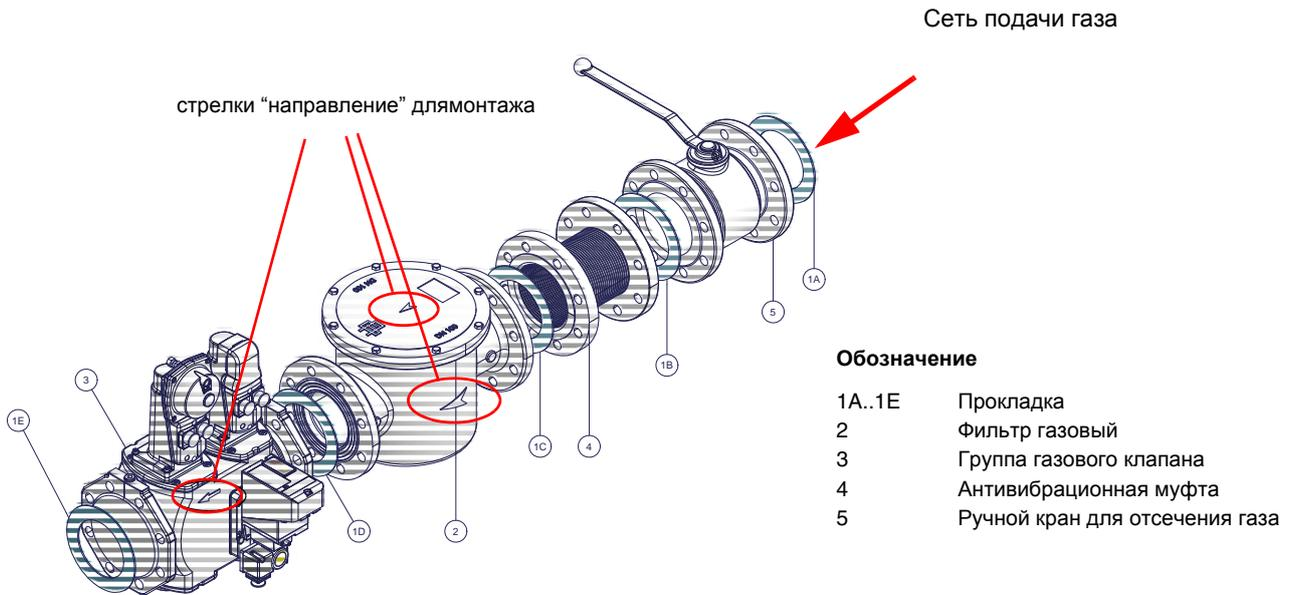

Рис. 5 - Пример газовой рампы
- 1 - б) при фланцевых соединениях: между соседними компонентами устанавливать прокладку (1A..1E - Рис. 5), совместимую с используемым газом,
|  | ВНИМАНИЕ: после монтажа газовой рампы согласно схеме на Рис. 5, необходимо провести тестирование на герметичность газового контура, согласно требований действующих нормативов. |
**ВНИМАНИЕ:** после монтажа газовой рампы согласно схеме на Рис. 5, необходимо провести тестирование на герметичность газового контура, согласно требований действующих нормативов.